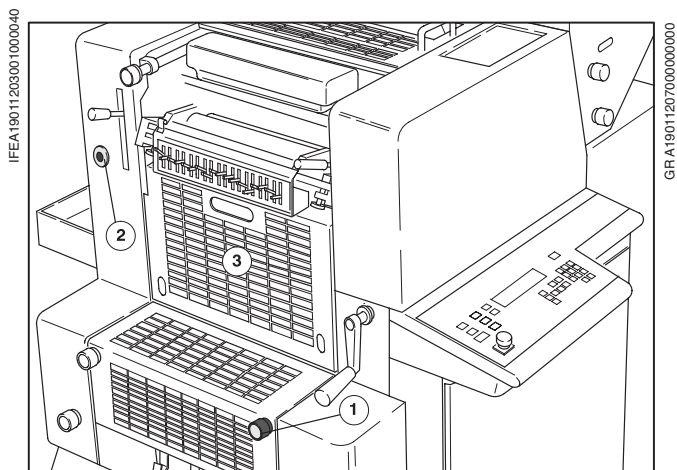

Рис. 3 Установка рубашки
- 2 Приводку по окружности на ПС 1 переместить с помощью поворотной ручки (Рис. 3/①) на 10 мм к передней кромке листа (вращать по часовой стрелке); в результате передняя кромка рубашки вдавливается офсетным цилиндром в зажимную планку.
- 4 Установить **натиск** с помощью регулировочного винта (Рис. 3/②) на минимальную толщину печатного материала (0,04 мм) (максимальное давление).
- 8 Открыть защитное ограждение перед красочным аппаратом (Рис. 3/③).